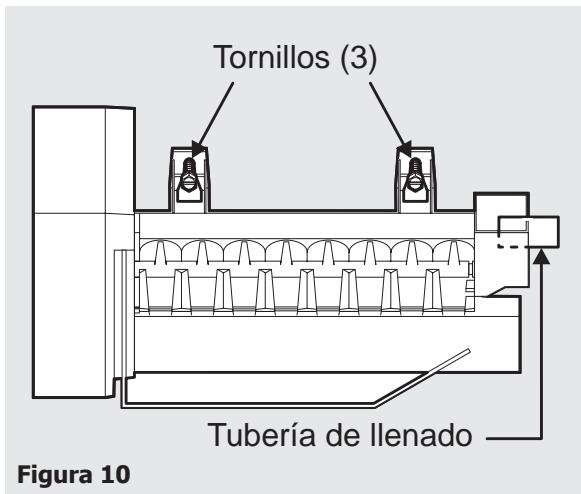

Figura 10
13. Conecte alambrando arreos en el conector montado en el panel de atrás de congelador, sólo a la izquierda de donde el tubo de cala de agua viene por. El conector de arreos es adaptado tan sólo quedará de un solo sentido. Luego, cobertura de conector de Máquina de hielo de resbaladero sobre conector, notando la orientación en la Figura 9. (Encaje a presión parte superior, el gancho en el fondo). La cobertura del conector de la máquina de hielo entonces puede ser chasqueada en el lugar en el panel de atrás o deslizado arriba apretado apoyar panel que depende de cuál versión de atrás panel que usted tiene (vea nota abajo). Entonces, monte Máquina de hielo a los dos tornillos (5) comenzó antes de Paso 12. (Vea figura 10.) Apriete tornillos. Asegúrese de tubo de cala de agua (11) se sienta adentro taza.